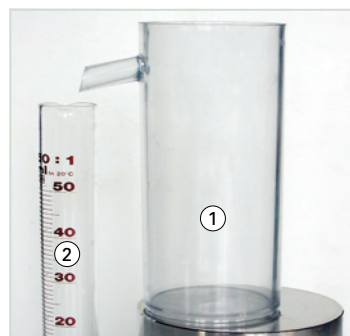

Bild 2: Überlaufgefäß
Volumen von klar begrenzten Körpern werden meist berechnet, unregelmäßige Rauminhalte können auch durch **Flüssigkeitsverdrängung** direkt gemessen werden. Dabei macht man sich zunutze, dass ein untergetauchter Körper genauso viel Flüssigkeit verdrängt, wie er selbst an Volumen einnimmt. Die aus dem **Überlaufgefäß** ① auslaufende Flüssigkeit kann mit einem **Messzylinder** ② gemessen werden (**Bild 2**).